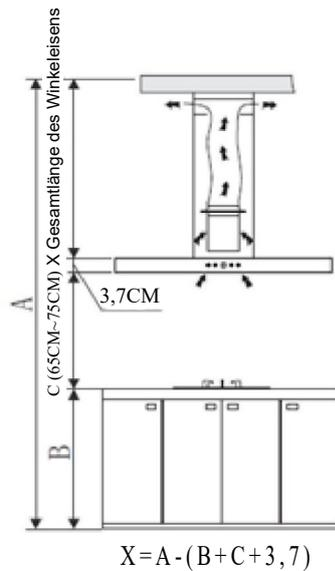
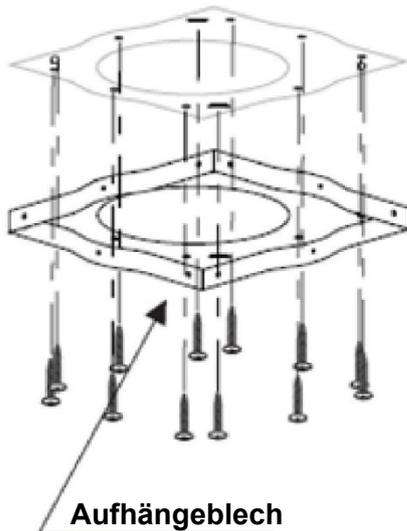
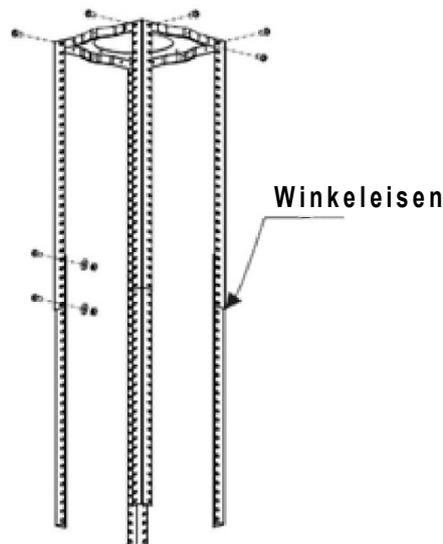

Abb. 1
Abb. 2
Abb. 3
2. Die Abzugshaube sollte für eine optimale Leistung 65-75 cm über der Kochfläche aufgehängt werden. Siehe Abb. 1
4. Je nach Aufhängeblech bohren Sie 12 Löcher in die Decke, siehe Bild 2. Befestigen Sie es mit 12 Stück ST6*40 mm großen, flachen Schrauben an der Decke. Verbinden Sie dann das Winkeisen mit 8 Stück M4*10-Schrauben und M4 Mutter mit Unterlegscheibe mit dem Aufhängeblech, siehe Bild 3. Berechnen Sie die Gesamtlänge des Winkeisens (siehe Bild 1) und verwenden Sie 16 Stück M4*10 mm große flache Schrauben und M4 Mutter mit Unterlegscheibe, um das Winkeisen mit einem weiteren Winkeisen zu verbinden (die Überlappungslänge des Winkeisens sollte nicht kleiner als 100 mm sein), siehe Bild 3.